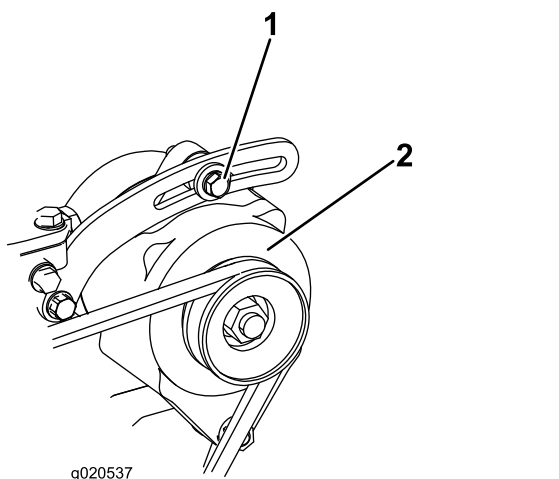

Figura 99
1. Se a deslocação obtida não for igual a 10 mm, deve desapertar os parafusos de montagem do alternador (Figura 99).